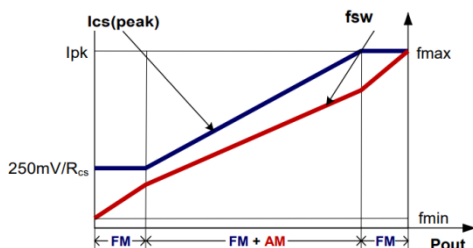

图 3
如图 3 所示，为了满足严苛的平均效率和待机功耗要求，U6773H 采用了调幅控制 (AM) 和调频控制 (FM) 结合的多模式控制技术。